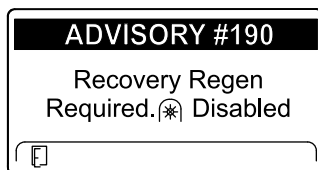

Figure 49
- Régénération d'urgence requise – prise de force désactivée AVIS N° 190 (Figure 49)